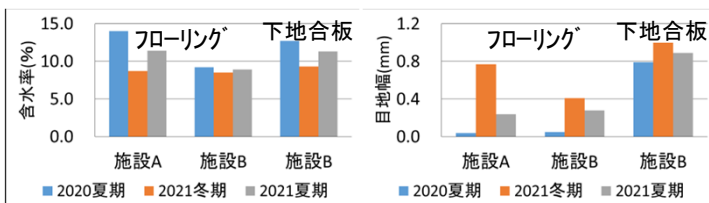

図2 含水率(左)と目地幅(右)の平均値
- ②含水率と目地幅の平均値は、各施設の温湿度の季節変動に応じて変化する傾向が見られました。床上下の温湿度の継続的な把握が体育館床の適切な維持管理に重要と考えられます。下地合板の目地幅の季節変化はフローリングより小さく、両者の収縮率の違いが作用すると推察されます(図2)。